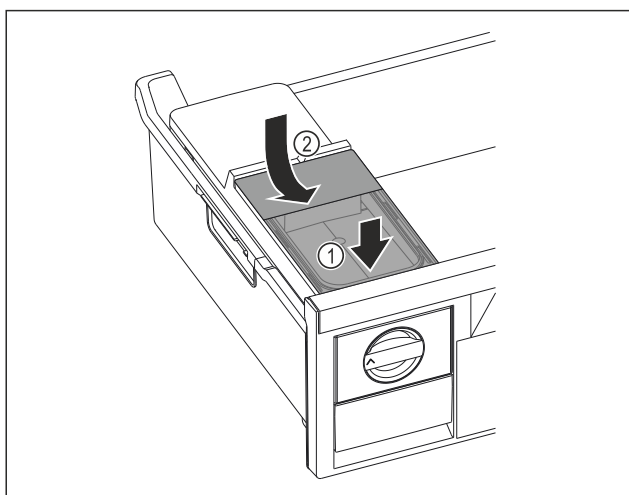

Fig. 104
- Nádržku na vodu nasadíte vpredu. Fig. 104 (1)
- Nádržka na vodu spustíte vzadu. Fig. 104 (2)